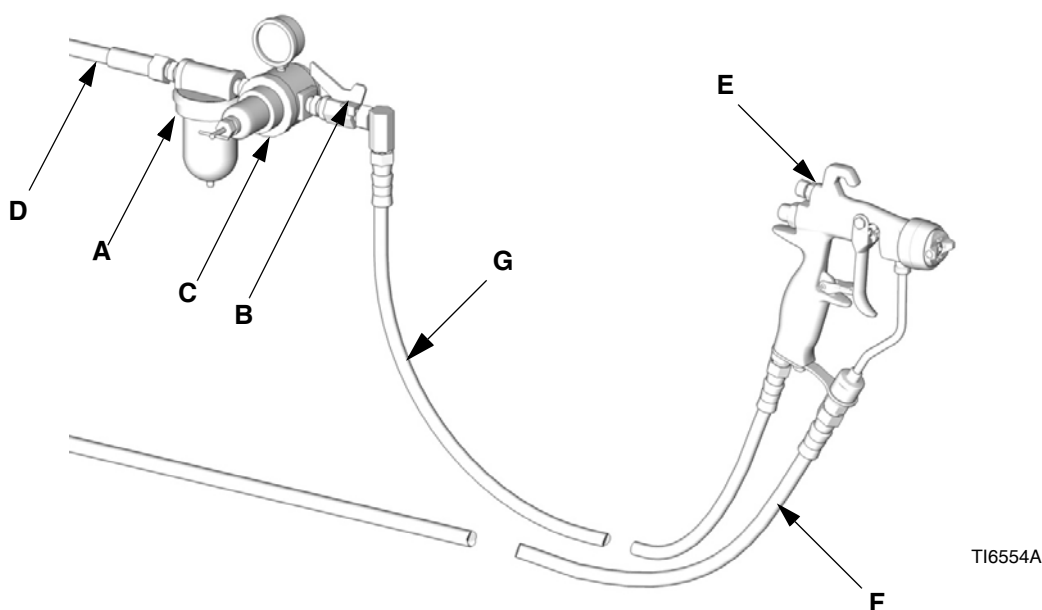

Рис. 1: Типовая установка (представлена модель G15)
ПРИМЕЧАНИЕ: Типовая установка, показанная на Рис. 1, носит рекомендательный характер при выборе и установке пневмораспылительных систем. Свяжитесь с дистрибьютором Graco для получения содействия при разработке системы, отвечающей вашим нуждам.
1. Установите воздушный фильтр (А) в воздухопровод пистолета, чтобы обеспечить подачу сухого чистого воздуха. Грязь и влага могут оказать негативное воздействие на внешний вид обрабатываемой поверхности. См. Рис. 1.